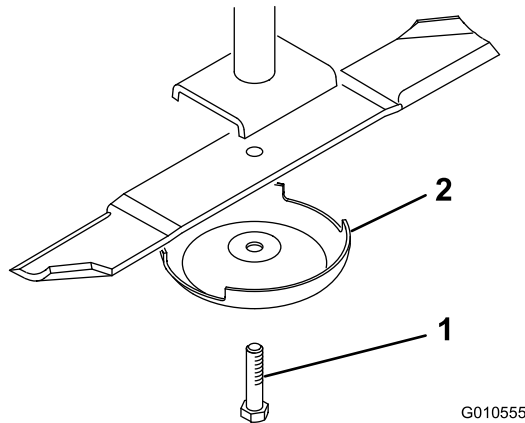

Figura 30
2. Sujete el extremo de la cuchilla usando un paño o un guante grueso. Retire del eje de la cuchilla el perno de la cuchilla, el protector de césped y la cuchilla (Figura 30).